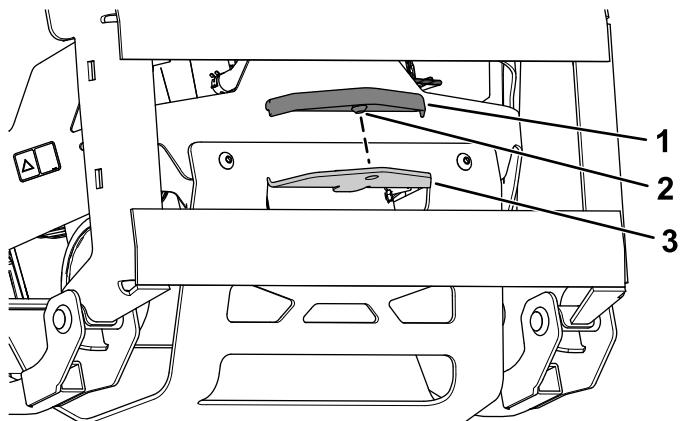

Figura 18
2. Alinee la tapa del enganche sobre el enganche y presione para encavarla (Figura 18).